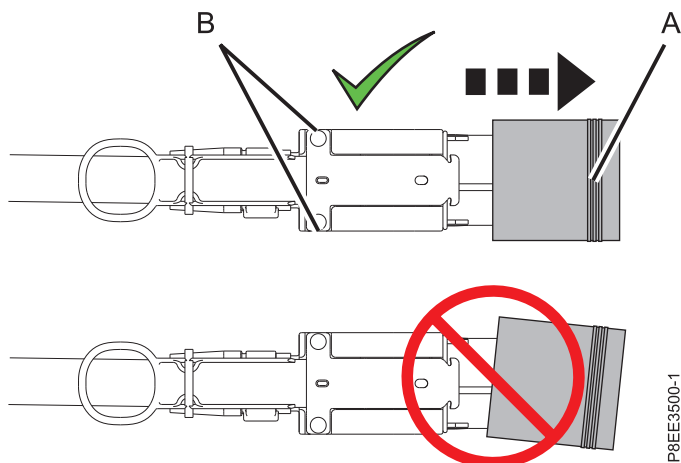

Figure 18. Retrait du capot de protection du connecteur sur le câble de tiroir d'extension
- b. Retirez le capot de protection du connecteur sur le câble de tiroir d'extension. Tenez le boîtier du câble (**B**) par ses bords courts avec l'index et le pouce d'une main. Saisissez ensuite le capot de protection par son bord long (**A**) avec l'index et le pouce de l'autre main et tirez dessus pour l'extraire. Voir figure 18, à la page 24.